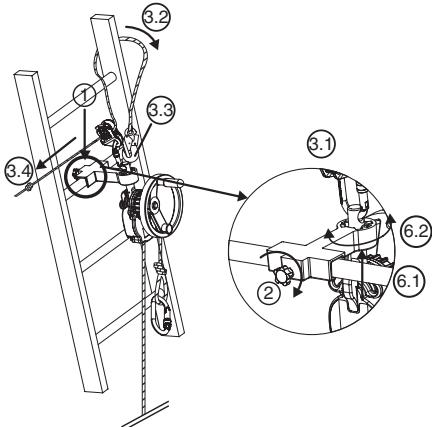

Fig. 7
6.3.3. Apparecchio Derope™ UP K (Fig. 7)
1. Posizionare la piccola consolle bloccabile sul piolo della scala nella posizione scelta per effettuare l'operazione di salvataggio, al di sopra della persona da evadere (Fig. 7, 1).
2. Stringere l'asse di bloccaggio che si trova dietro la consolle di appoggio mediante il pulsante di serraggio (Fig. 7, 2).
- Fissare il connettore del dispositivo di regolazione LCM 05 nel foro della parte superiore dell'asse di aggancio (Fig. 7, 3.1).
- Far passare il cordino di sicurezza attorno al piolo della scala situato al di sopra della consolle avvolgendolo intorno ad uno dei montanti della scala (Fig. 7, 3.2).
- Collegare il connettore del cordino di sicurezza al connettore del dispositivo di regolazione LCM 05 (Fig. 7, 3.3).
- Tendere il cordino di sicurezza tirando sull'estremità libera (Fig. 7, 3.4).
6. Orientare l'apparecchio Derope™ secondo la necessità modificando la posizione dell'asse di aggancio nel dispositivo di posizionamento (Fig. 7, 6.1 – 6.2).